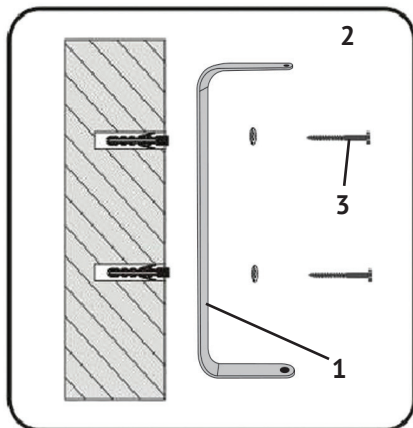

рис.3
- вынув поворотную ось (рис.3 поз.2), закрепить 2-мя болтами (входят в комплект поставки) скобу в выбранном месте (рис.3 поз.3);